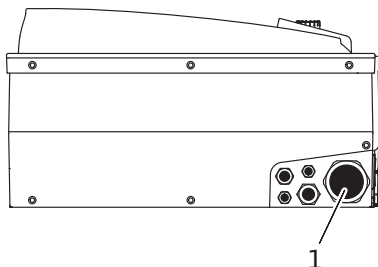

Fig. 22: Kabelschroefverbinding M40
- De netaansluitleiding moet door de kabelschroefverbinding M40 (Fig. 22, pos. 1) worden geleid.